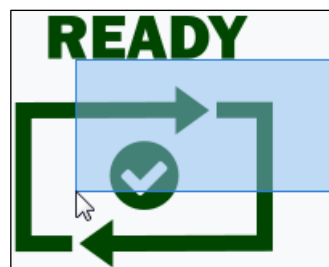

Bild 6-11 Widget markieren
- Sie können ein oder mehrere Widgets markieren, indem Sie mit der Maus einen Rahmen um die gewünschten Widgets ziehen. Der Rahmen markiert alle Widgets, die innerhalb des Rahmens liegen oder vom Rahmen geschnitten werden (siehe Bild 6-11).